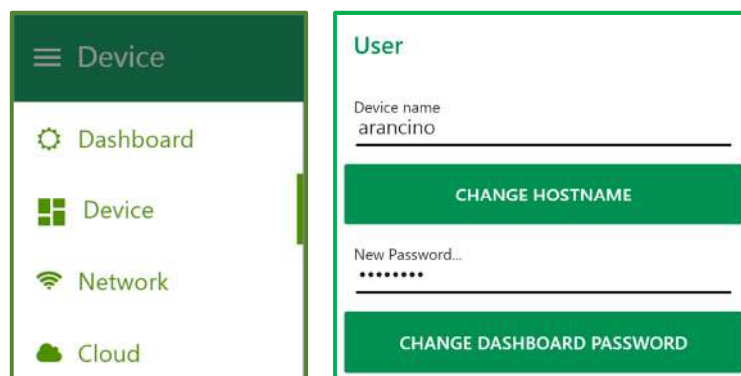

Fig.18 Pannello User accessibile da Device.
- Selezionando Device, è possibile accedere al pannello **User** (**Fig.18**) per cambiare l'**hostname** di default (arancino) con un nuovo **hostname**, quindi cliccare **CHANGE HOSTNAME**.